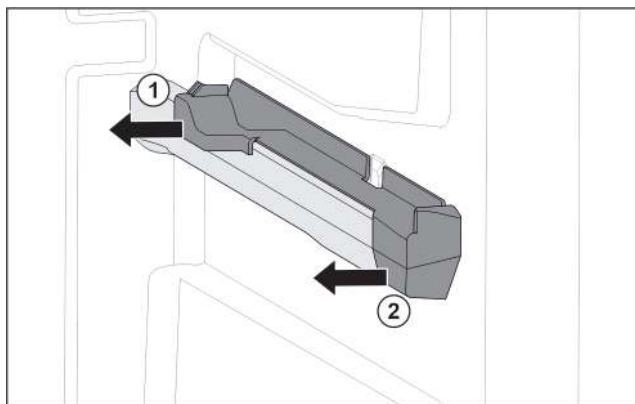

Fig. 46 Вставная часть на правом контейнерном ребре
- Отодвиньте вставную часть сзади в сторону. Fig. 46 (1)
- Отодвиньте вставную часть спереди в сторону. Fig. 46 (2)